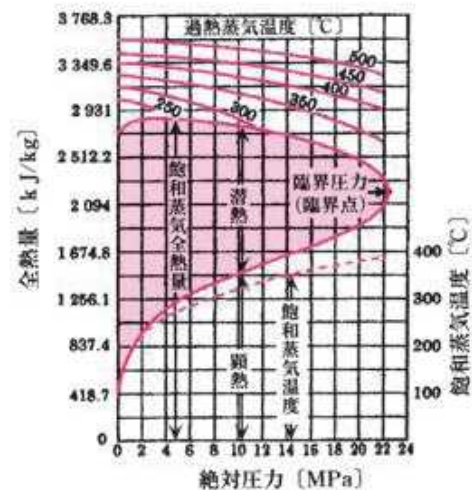

図2 水の状態変化に圧力、熱量、蒸気温度線図
- (3), (5) 飽和蒸気の比エンタルピは、飽和水の顕熱に蒸発熱（気化熱、または潜熱）を加えた値である。この蒸発熱は圧力が高くなるほど小さくなり、臨界圧力に達すると0になる（図2）。
- (4) 飽和水及び飽和蒸気の体積を表すのに、質量1kgの飽和水及び飽和蒸気の占める体積（ m^3 ）を比体積（ m^3/kg ）という。この比体積は飽和蒸気の場合、圧力が高くなるに従って比体積は小さくなるが、飽和水の比体積は圧力が高くなると大きくなる。